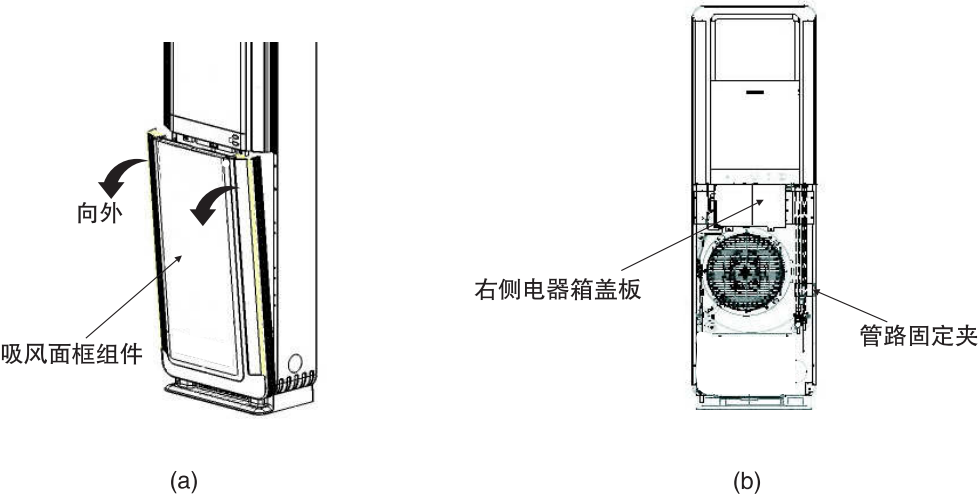

图16
- (1) 按图16所示依次拆下吸风面框、电气箱盖板及管路固定夹。